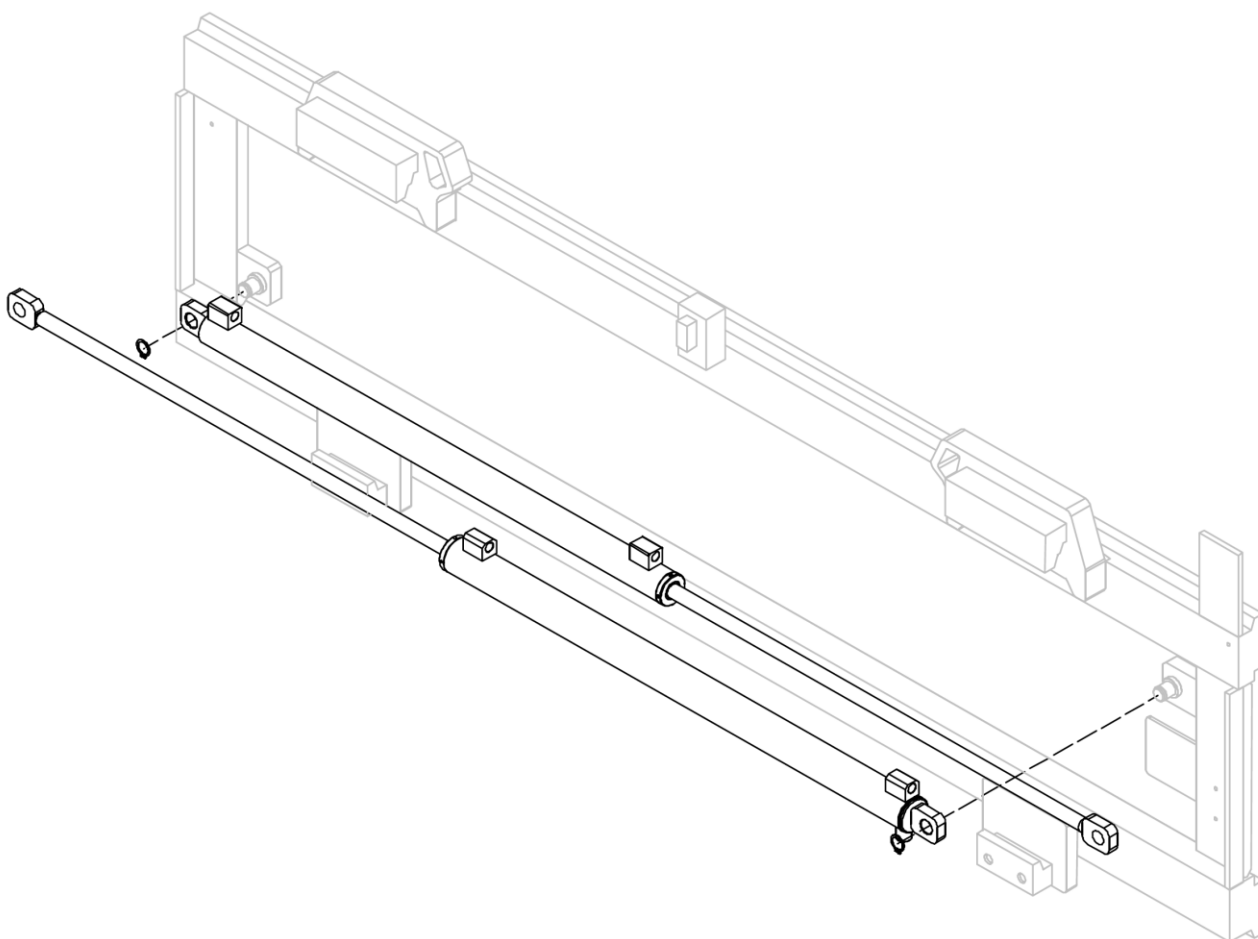

Figura 19
4. Rimuovere i cilindri dalle loro sedi, dopo aver tolto i relativi anelli elastici (vedi *Figura 19*).